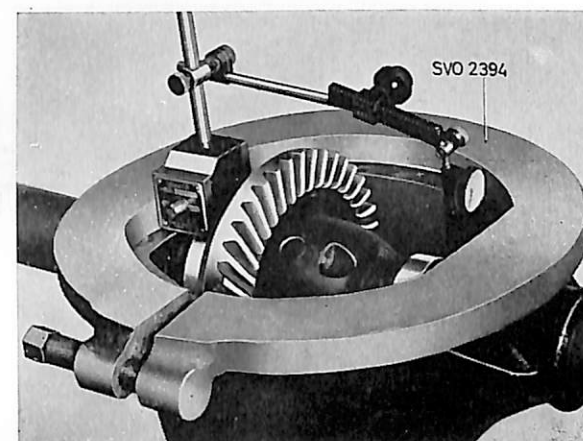

Bild 11. Utspänning av bakväxelhus.
7. Anbringa verktyg SVO 2394 i hålen på bakväxelhuset enligt bild 11. Anbringa en indikator så att utspänningen av bakväxelhuset kan avläsas. Drag spännskraven så att bakväxelhuset spännes ut max. 0,3 mm. Tag bort indikatorn. Lyft ut differentialhus med kronhjul.
11. Anbringa verktyg SVO 2394, se bild 11, och en indikator på bakväxelhuset. Drag spännskruven så att bakväxelhuset spännes ut max. 0,3 mm. Tag bort indikatorn. Lagg i differential med lager. Tag därefter bort verktyg SVO 2394.